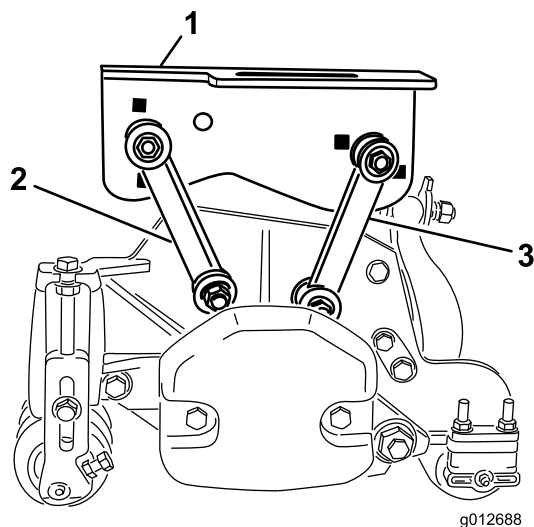

図 17
- ・ 前取り付けリンクを中央のキャリアフレームに固定する； ボルト (3/8 x 2-1/4 インチ) 1本、平ワッシャ2枚、ロックナット1個を使用して図 17のように取り付ける。取り付ける時にリンクの両側にワッシャを入れる。42 N.m (4.3 kg.m = 31 ft-lb) にトルク締めする。
- ・ 後取り付けリンクを中央のキャリアフレームに固定する； ボルト (3/8 x 2-1/4 インチ) 1本、平ワッシャ2枚、ロックナット1個を使用して図 17のように取り付ける。取り付ける時にリンクの両側にワッシャを入れる。42 N.m (4.3 kg.m = 31 ft-lb) にトルク締めする。